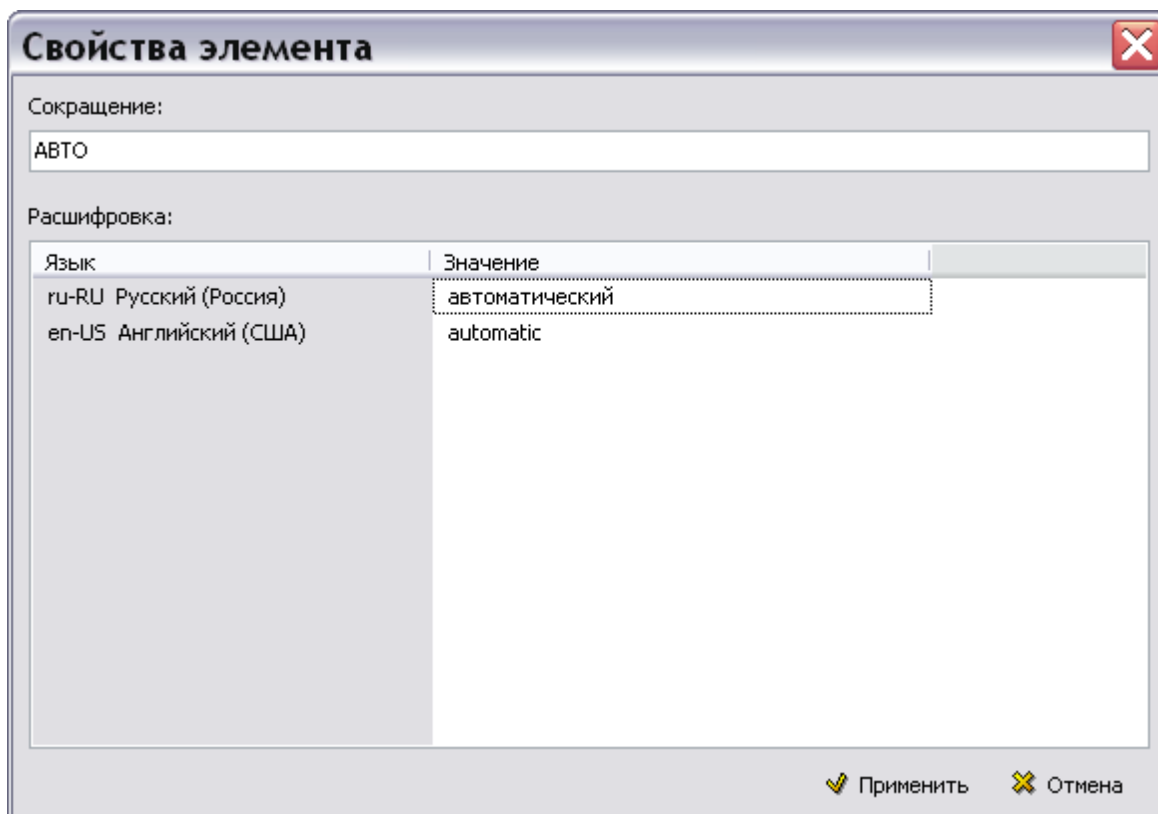

Рисунок 150
2) На панели инструментов правого окна нажмите на кнопку **Добавить сокращение** . Для ввода (редактирования) значения быстро щелкните левой кнопкой мыши по строке в столбце **Значение**. В окне **Свойства элемента** введите сокращение «АВТО» и его расшифровку на языках шаблона проекта (рисунок 150).